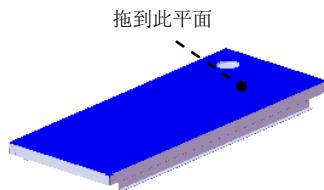

图 17.9.42 定义草图平面
(1) 单击任务窗格中的“设计库”按钮 ，打开“设计库”对话框。
(2) 单击“设计库”对话框中的 ch17 节点，在设计库下部的列表框中选择“case_shaped_tool_04”文件并拖动到图 17.9.42 所示的平面，在系统弹出的“成形工具特征”对话框中单击 按钮。